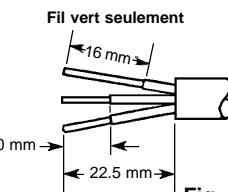

Fig. 1
- Dénuder le cordon de sa gaine et les conducteurs de leur isolant tel qu'illustre à la figure 1. NE PAS ÉTAMER LES CONDUCTEURS.